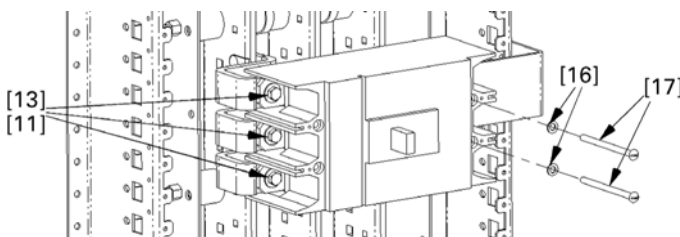

Figure 33. Installation d'un disjoncteur.
7. Installer les disjoncteurs. La Figure 33 illustre l'installation du disjoncteur s'il s'agit d'opération de principal, positionner le dispositif de manière à ce que les terminaux du côté charge ou OFF reposent sur les barrettes et que le côté opposé soit supporté par le soutien de montage. S'il s'agit d'opération à dérivation simple, monter le disjoncteur de manière à ce que les terminaux du côté ON ou ligne reposent sur les barrettes et que le côté opposé repose sur le soutien de montage.